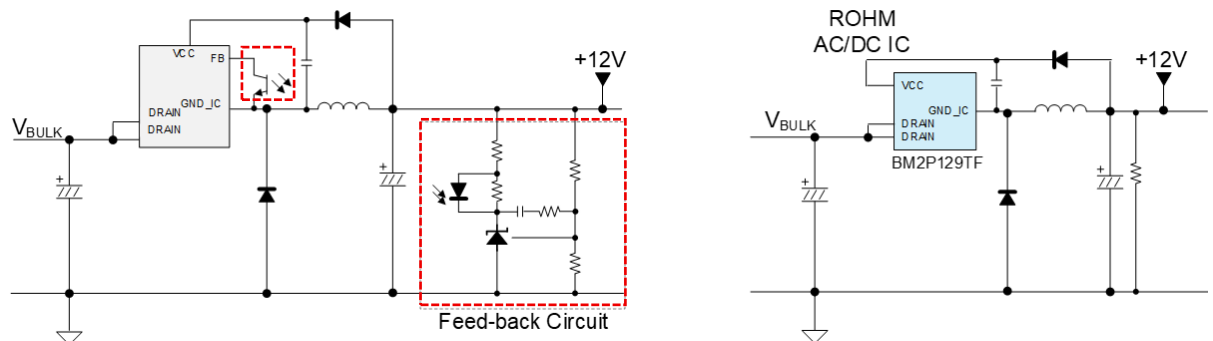

Figure 20. 回路図比較（出力電圧可変タイプ他社同等品 vs. BM2P129TF）
- **周辺部品点数の大幅削減:** 出力電圧可変タイプ他社同等品を使用した場合、電圧設定や位相補償のために多数の周辺部品（抵抗やコンデンサ、ダイオード）が必要となります。対して、本 IC は「出力電圧固定タイプ」であるため、これらの外付け部品を削減することが可能です。Figure 20 に示す通り、固定出力電圧タイプの本 IC を採用することで、左図の赤枠で囲まれた周辺コンポーネントを省略し、非常にシンプルな電源回路を構築できます。